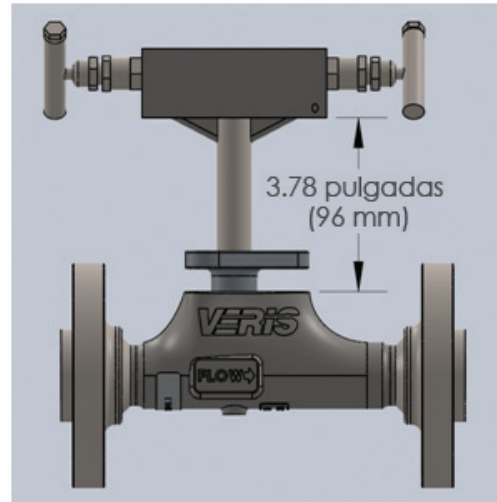

Figura 5. Posición correcta del sensor
- Para verificar si el sensor está bien alineado y asentado, mida la distancia que se indica (consulte la figura 5), que es de aproximadamente 3.78 pulgadas (96 mm) cuando el sensor está asentado correctamente.